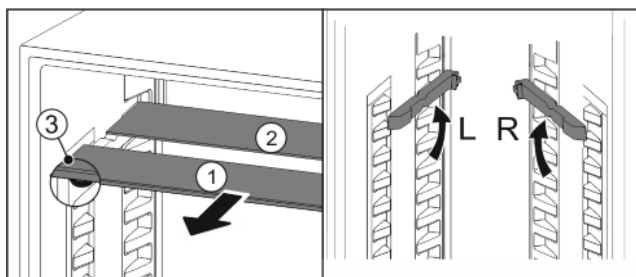

Fig. 19
- Wyciągnąć Fig. 19 (1) pojedynczo półki szklane do przodu.
- ▷ Szklana płyta Fig. 19 (1) ze stoperami znajduje się z przodu.
- ▷ Stopery wskazują w dół Fig. 19 (3).